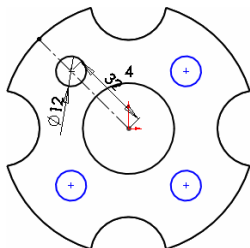

图 4-24 绘制的草图
- 02 选择零件的上表面作为草图绘制平面, 绘制草图, 如图 4-24 所示。